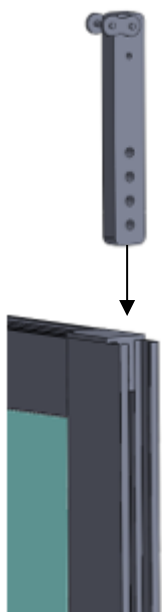

Figura 53
- Una vez ensamblado, se introduce por el extremo superior la pletina donde irá fijada la cadena (figura 53).